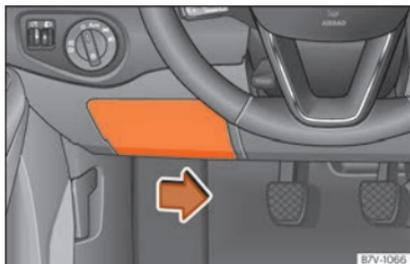

Fig. 61 Sur le tableau de bord côté conducteur : cache du boîtier de fusibles.
- Pour retirer le couvercle, déplacez vers la droite la manette d'actionnement située dans la partie inférieure de celui-ci » **fig. 61**.